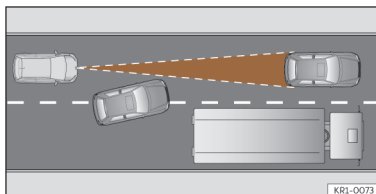

Fig. 142 Mudança de faixa de um veículo.
- Veículos que mudem para a faixa na qual circula a pouca distância do veículo >>> **Fig. 142.**